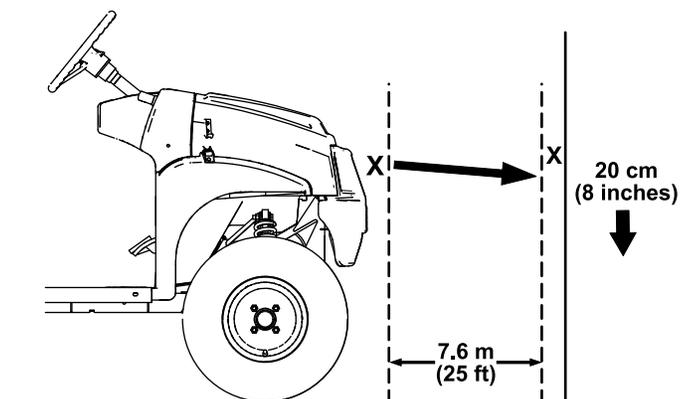

Bild 49
- Stellen Sie die Maschine auf einer ebenen Fläche ab, dabei sollte der Abstand der Scheinwerfer ca. 7,6 m von einer Wand entfernt sein (Bild 49).
Der hellste Teil des Scheinwerfers sollte 20 cm unter der Markierung an der Wand liegen (Bild 49).